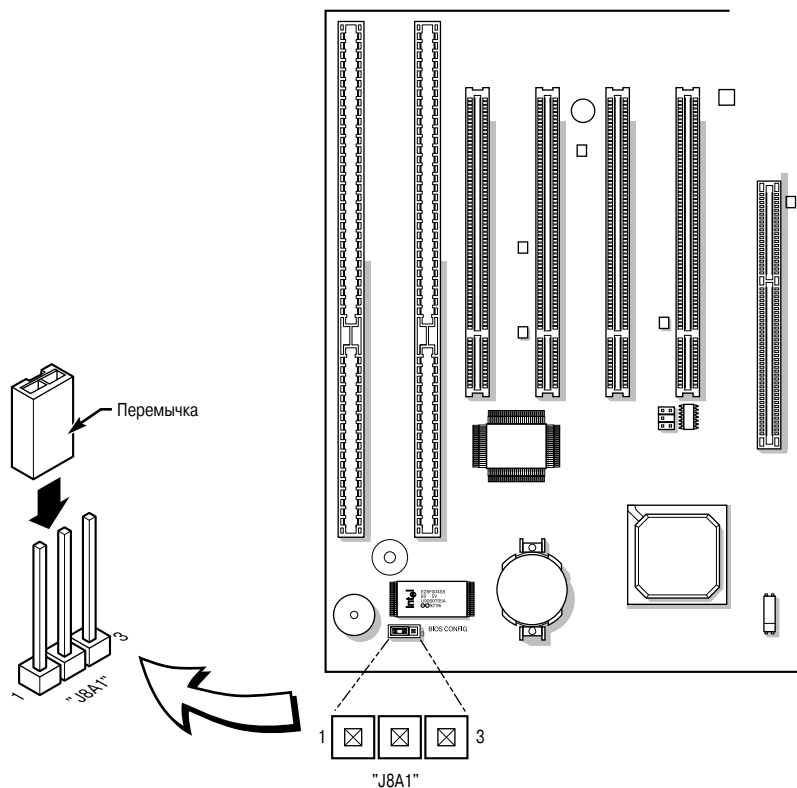

Рис. 5.2. Расположение перемычки Flash Recovery на системной плате Intel
1. Измените положение переключки Flash Recovery на системной плате на Recovery. Практически на всех системных платах Intel она существует. Переключка может находиться в двух положениях — Recovery/Normal. На рис. 5.2 показано расположение этой переключки на системной плате Intel SE440BX.